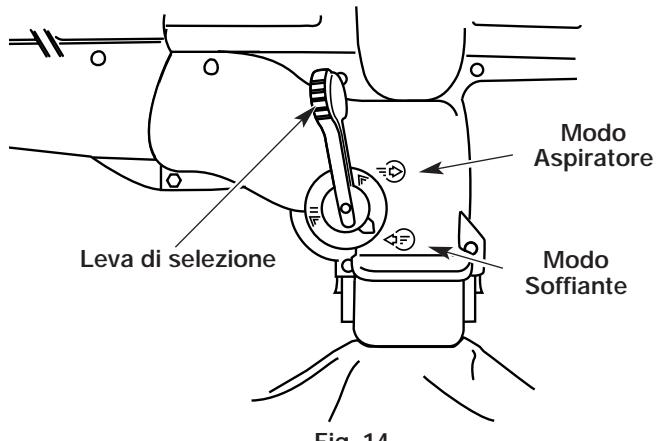

Fig. 14
2. Mettere la leva di selezione soffiente/aspiratore in posizione elevata (modulo Soffiante) (Fig. 14).